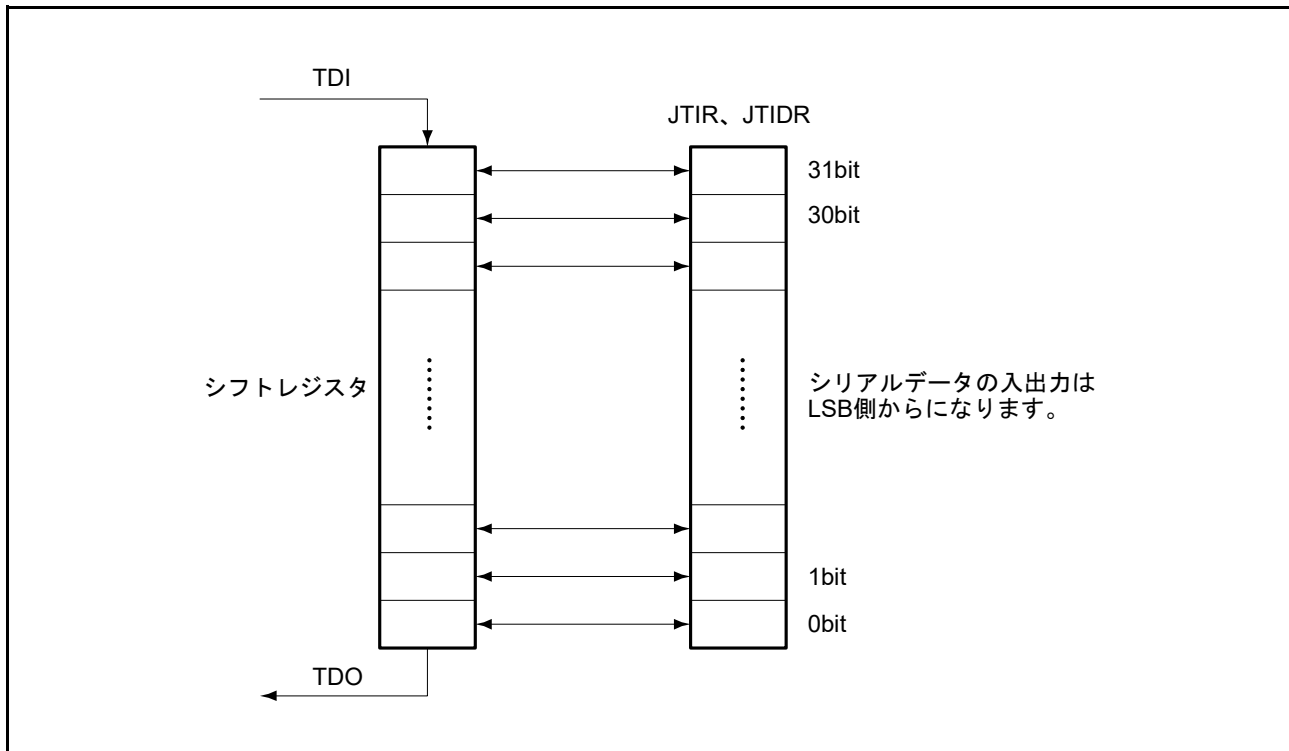

図 4.3 シリアルデータ入出力
(1) シリアル転送時、データの入出力はLSB側からとなります。図 4.3 に示します。